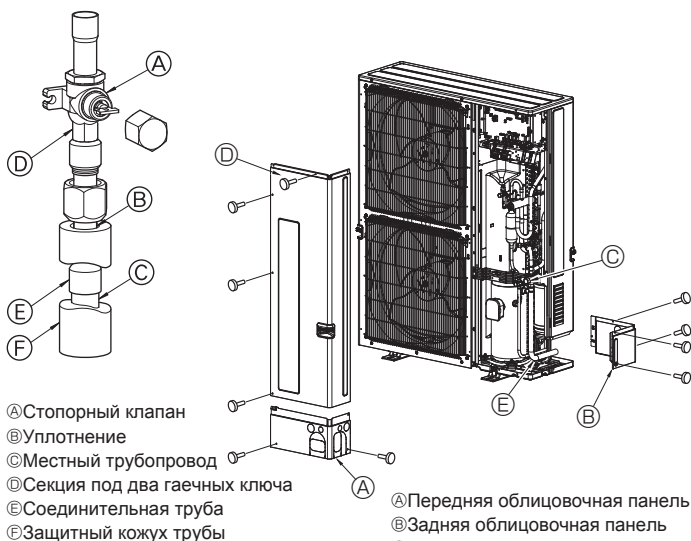

Fig. 4-3
- Подключение трубопровода на газовой стороне выполняется с соблюдением следующей процедуры. (Fig. 4-3)